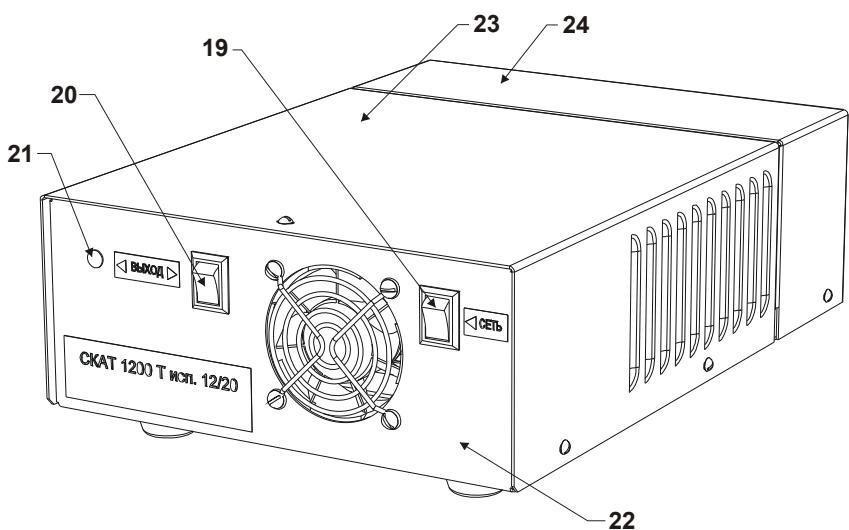

Рис.2
На лицевой панели корпуса размещены элементы управления, индикации и вентиляционное отверстие, закрытое защитной решеткой (рис.2).
- Подключите сетевые провода и провод заземления, или шнур питания сетевой (входит в комплект поставки) соблюдая фазировку, к соответствующим контактам колодки «Сеть», пропустив их под прижимной планкой (поз.18 рис. 2), предварительно ослабив фиксирующие ее винты не более чем на 4-5 оборотов, после чего затяните винты прижимной планки до обеспечения жесткой фиксации проводов.